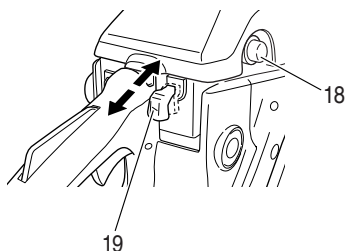

Fig. 14
3. Empuje la bomba (18) aproximadamente 10 veces de manera que el combustible fluya hacia el carburador. (Fig. 14)
4. Jale la palanca del ahogador (19) por completo (Fig. 14)
6. Cuando escuche el primer arranque, presione la palanca del ahogador (19) por completo. (Fig. 14)